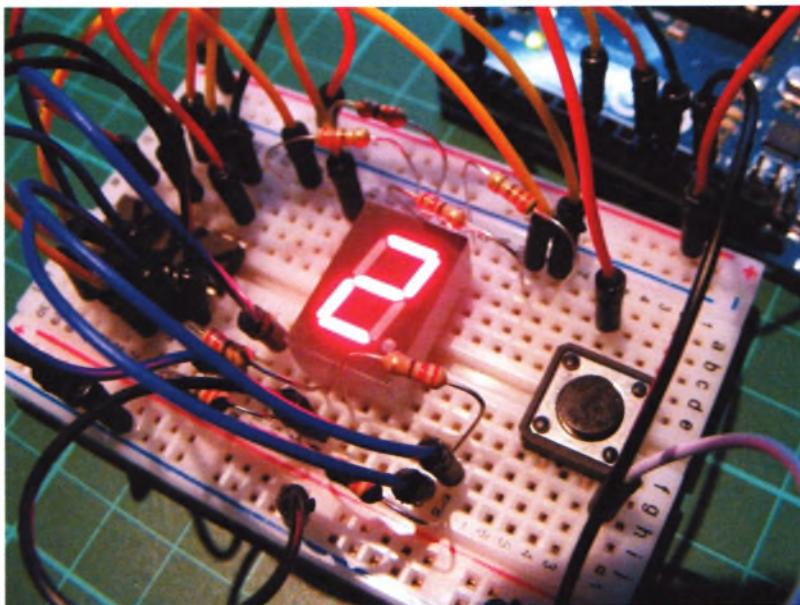

РИСУНОК 16.2
- Установите семисегментный светодиодный индикатор на макетную плату, убедившись, что он перекрывает канавку; в противном случае противоположные контакты будут замыкаться. Подключите контакт 3 к шине заземления и резисторы с сопротивлением 220 Ом к остальным контактам, за исключением вывода 8, который не используется. Резисторы необходимы для предотвращения выгорания светодиодов индикатора. См. рис. 16.2 для наглядности.